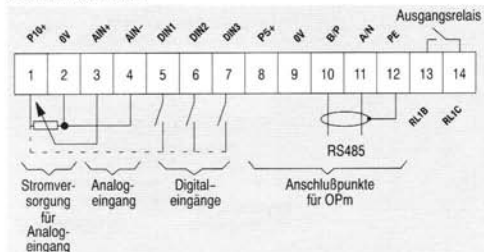

Bild 4: Steueranschlüsse
- (1) Die Steuerklemme 5 über einen einfachen Ein-/Aus-Schalter mit Klemme 1 verbinden. Damit wird der Umrichter für Rechtslauf eingestellt (Standardbelegung).
- (2) An die Steuerklemmen ein Potentiometer von 10 kΩ anschließen, wie in Bild 4 dargestellt, oder ein Signal von 0 - 10 V zwischen Anschluß 2 (0V) und Anschluß 3 anlegen.
- (3) Netzstrom an den Umrichter anlegen.
- (4) Durch Einstellen des Parameters P006 auf 001 den Analogsollwert vorgeben.
- (5) Durch Einstellen des Parameters P007 auf 000 Digitaleingabe vorgeben im vorliegenden Fall) und die Bedienelemente auf der Frontplatte sperren.
- (6) Die Parameter P021 und P022 so einstellen, daß sie die niedrigste und die höchste Ausgangsfrequenz angeben.
- (7) Den externen EIN/AUS-Schalter in die Stellung EIN (ON) bringen. Das Potentiometer so verstellen (oder die analoge Steuerungsumschaltung so einstellen), daß am Umrichter die gewünschte Frequenz angezeigt wird.